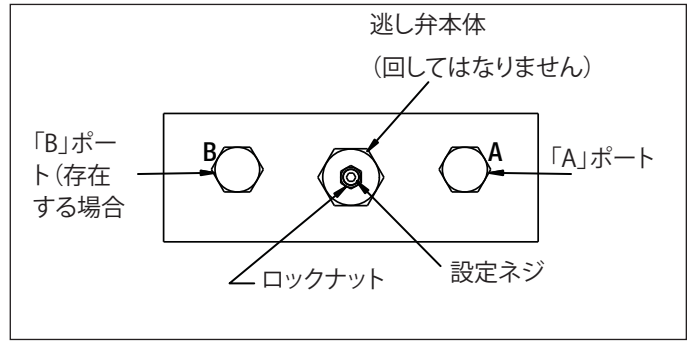

図10
1. 「A」ポート(図10)に[0-1,035 バール](0-15,000 psi)の圧力計を取り付けます。
1. 「A」ポート(図10)に[0-1,035 バール](0-15,000 psi) の圧力計を取り付けます。